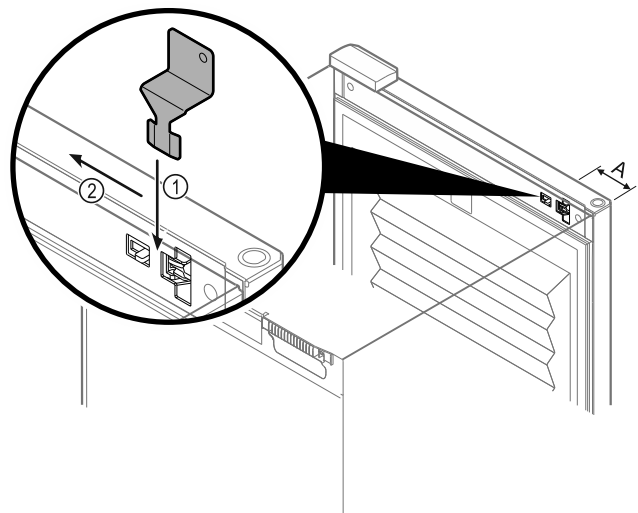

Fig. 138
- ▶ Noodontgrendelingsleutel in voorgeschreven positie positioneren Fig. 138 (A) ≈ 100mm.
- ▶ Noodontgrendelingsleutel tussen deur en apparaat er van boven helemaal insteken Fig. 138 (1).
- ▶ Noodontgrendelingsleutel richting scharnierzijde trekken Fig. 138 (2).